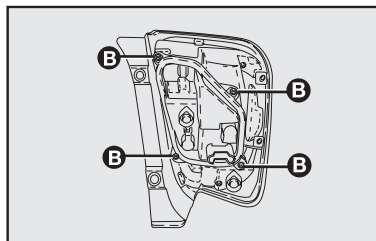

fig. 19
- extraer el porta lámparas de la sede respectiva soltando los tornillos **B-fig. 19** (utilizar una llave TORX T20 - no suministrada);